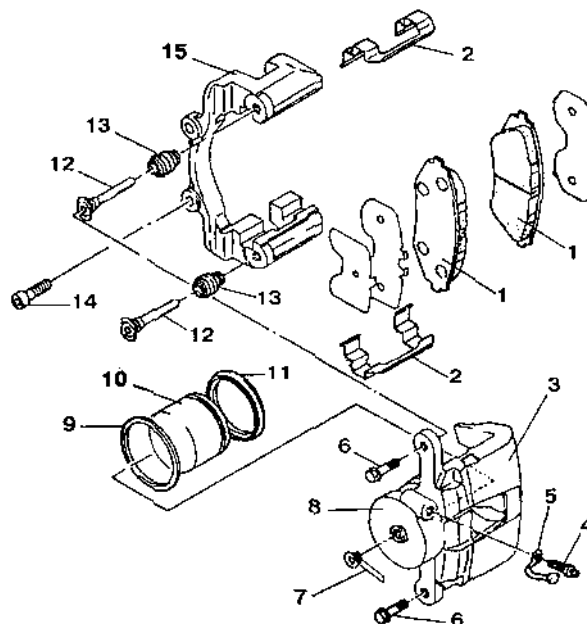

Рис. 7.27. Тормозной механизм переднего колеса:
Тормозные механизмы передних колес (рис. 7.27) — с чугунным диском (на рисунке не показан) и подвижной (плавающей) скобой, перемещающейся в суппорте относительно направляющей колодок.
- опуская скобу на место, соблюдать осторожность, чтобы не повредить грязезащитное кольцо 11 (рис. 7.27) колесного цилиндра.
- извлечь тормозные колодки 1 (рис. 7.27) и их пружины 2 из направляющей 15 (см. 7.15);
- снять защитный колпачок 5 (рис. 7.27), а затем выкрутить перепускной клапан 4 из корпуса цилиндра 8;
- вытащить направляющие пальцы 12 (рис. 7.27) из направляющей 15 колодок и снять с них защитные чехлы 13.